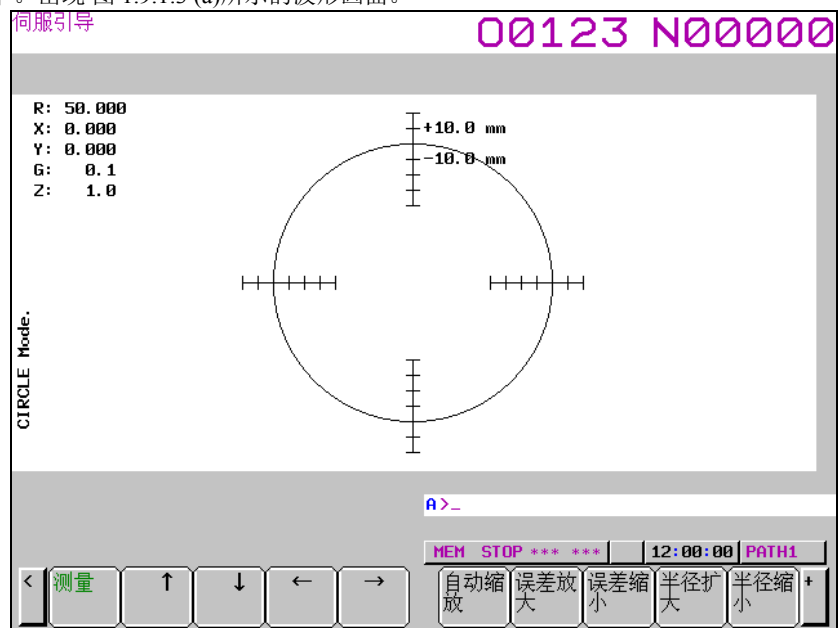

图1.9.1.3 (a)
- 4 按下软键 [圆]。出现 图 1.9.1.3 (a)所示的波形画面。